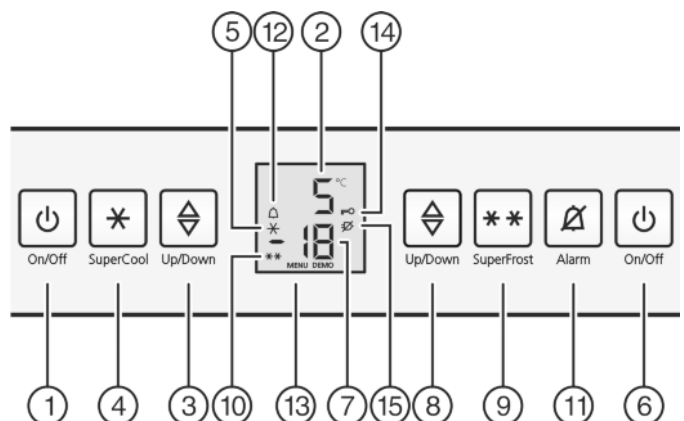

Fig. 2
- ▶ Druk op de toets On/Off van het vriesgedeelte *Fig. 2 (6)*.
- ▶ Druk op de toets On/Off van het koelgedeelte *Fig. 2 (1)*.
- ▶ Instelmodus activeren: Druk de toets SuperFrost *Fig. 2 (9)* gedurende ca. 5 seconden in.
- ▷ Op de display wordt het symbool Menu *Fig. 2 (13)* weergegeven.
- ▶ Met de toets SuperFrost *Fig. 2 (9)* kort bevestigen.
- ▷ Het symbool Kinderbeveiliging *Fig. 2 (14)* op de display gaat branden.
- ▶ Druk de toets On/Off van het vriesgedeelte *Fig. 2 (6)* kort in.
- ▷ Het symbool Kinderbeveiliging *Fig. 2 (14)* gaat uit.
- ▶ Toets Alarm *Fig. 2 (11)* indrukken.
Tegelijkertijd knipperen de temperatuurddisplay en het symbool Alarm *Fig. 2 (12)*.
Het akoestisch alarm stopt automatisch, het symbool Alarm *Fig. 2 (12)* gaat uit en de temperatuurddisplay houdt op met knipperen, wanneer de temperatuur weer laag genoeg is.